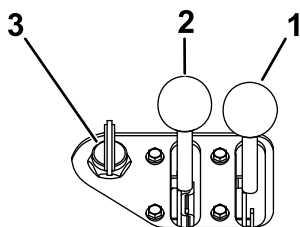

Figura 16
1. Deplasați maneta de accelerație până la jumătatea distanței dintre pozițiile LENT și RAPID (Figura 16).
- A. Deplasați maneta de oc în poziția PORNIT (Figura 16).
- B. Rotiți cheia în poziția PORNIT (Figura 16). După pornirea motorului, eliberați cheia.
- C. Deplasați lent maneta de oc în poziția OPRIT (Figura 16). Dacă motorul se calează sau ezită, cuplați din nou ocul până la încălzirea motorului.
3. Pentru motoarele Kohler, rotiți cheia în poziția PORNIT (Figura 16). După pornirea motorului, eliberați cheia.
4. Deplasați maneta de accelerație în poziția dorită (Figura 16).
2. Deplasați maneta de accelerație în poziția de deplasare RAPID (Figura 16).